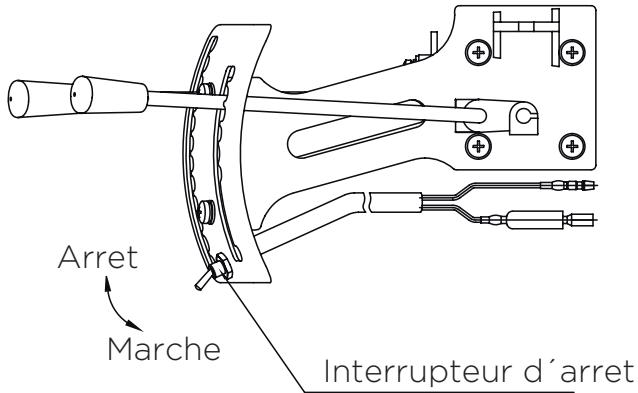

Figure 5
- a) Pour l'opération de pulvérisation, fermer d'abord le robinet d'écoulement du produit chimique puis arrêter le moteur; voir figure 5